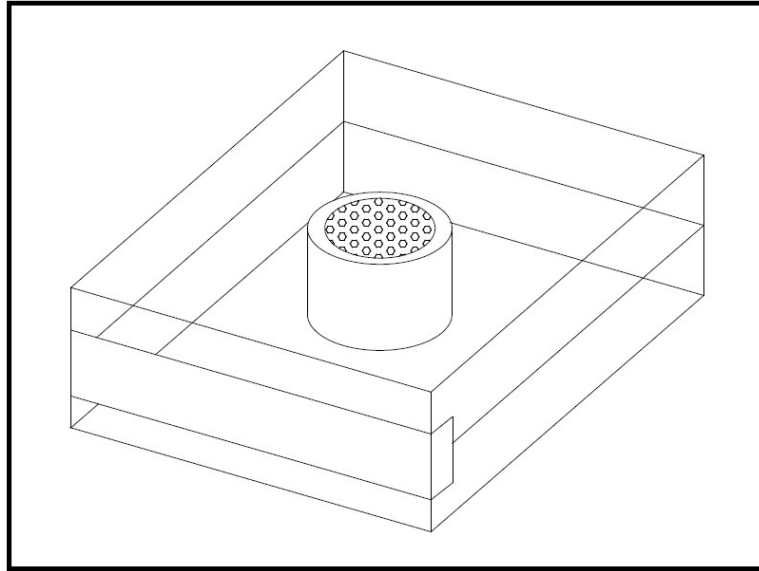

図 3 別包装の酸素センサ
1. 輸送容器から oxy.IQ と別包装の酸素センサ（下図 3 参照）を取り出します。輸送容器と包装材料は、今後使用する可能性があるので保管します。
5. 気密性包装（図 3 参照）を開梱し、包装から酸素センサを取り出します。酸素センサのエネルギーレベルを維持するために、赤色の接地用タブを取り外し、直ちにセンサを oxy.IQ に取り付けます。